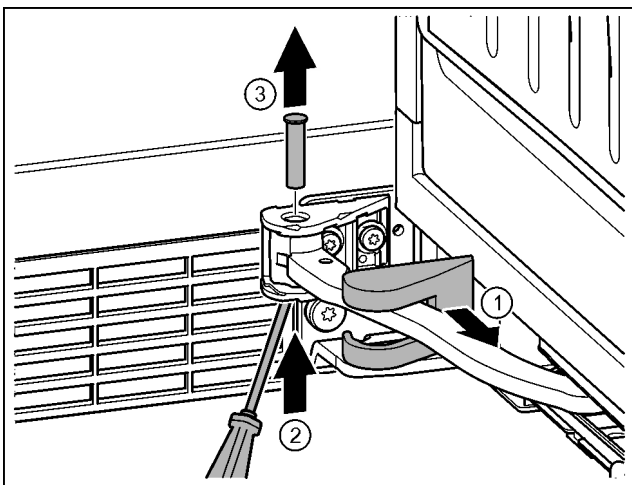

Fig. 19
- ▶ Afdekking van de lagerbus eraf trekken en langs het scharnier verschuiven. Fig. 19 (1)
- ▶ Bout met de vinger of schroevendraaier vanaf de onderkant optillen. Fig. 19 (2)
- ▶ De schroevendraaier onder de kop van de bout aanbrengen en eruit trekken. Fig. 19 (3)